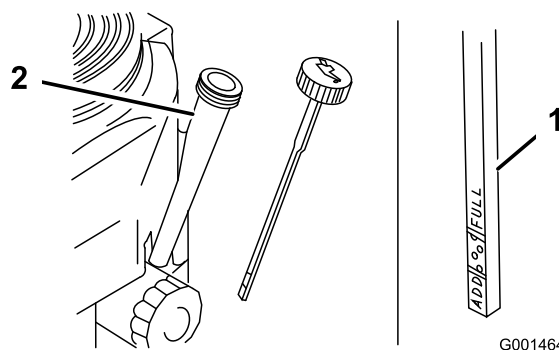

Figure 21
5. Retirez la jauge d'huile et essuyez soigneusement son extrémité (Figure 21).
6. Remettez la jauge au fond du tube de remplissage, mais sans la visser (Figure 21).
4. Nettoyez la surface autour de la jauge d'huile (Figure 21) pour éviter que des impuretés ne
9. Versez avec précaution environ 80% de la quantité d'huile spécifiée dans le goulot de remplissage (Figure 21)